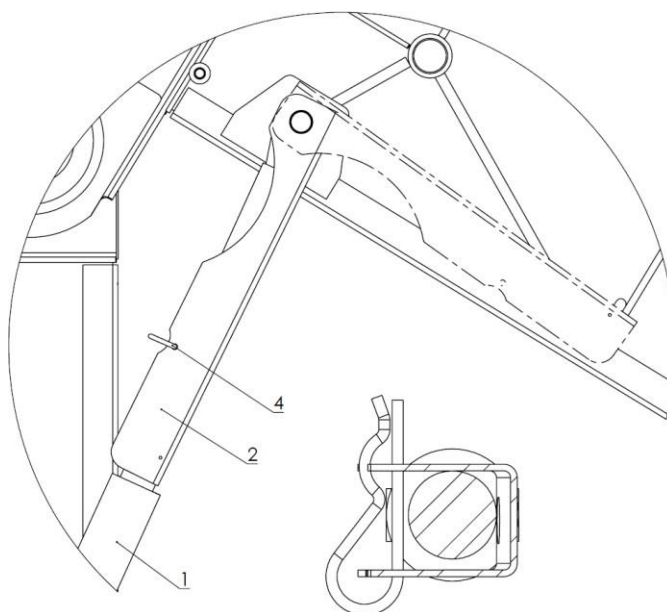

Abbildung 29. Sicherheitsverriegelungen für Zylinder
Sichern Sie den angehobenen Deckel der Ballenpresse in seiner oberen Position, wie in Abbildung 29 dargestellt. Verwenden Sie die an den oberen Bolzen der Hydraulikzylinder (1) befestigten Klammern (2), um beide Seiten der Ballenpresse zu sichern. Die Klammern (2) sollten bis zum Anschlag nach oben bewegt werden, sodass sie die Kolbenstangen der ausgefahrenen Zylinder umgreifen. Sichern Sie den Deckel mit Splinten (4) gegen unbeabsichtigtes Schließen des Deckels. Lösen Sie nach Durchführung der geplanten Arbeiten die Deckelklammern.